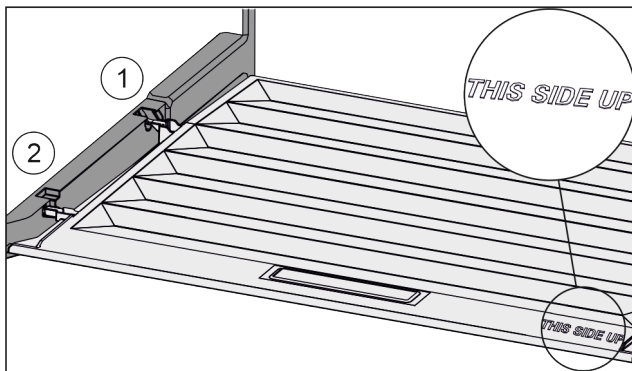

Fig. 102
- ▶ Introduceți nervura capacului prin orificiul suportului posterior Fig. 102 (1) și înclicetați-l în față în suport Fig. 102 (2).